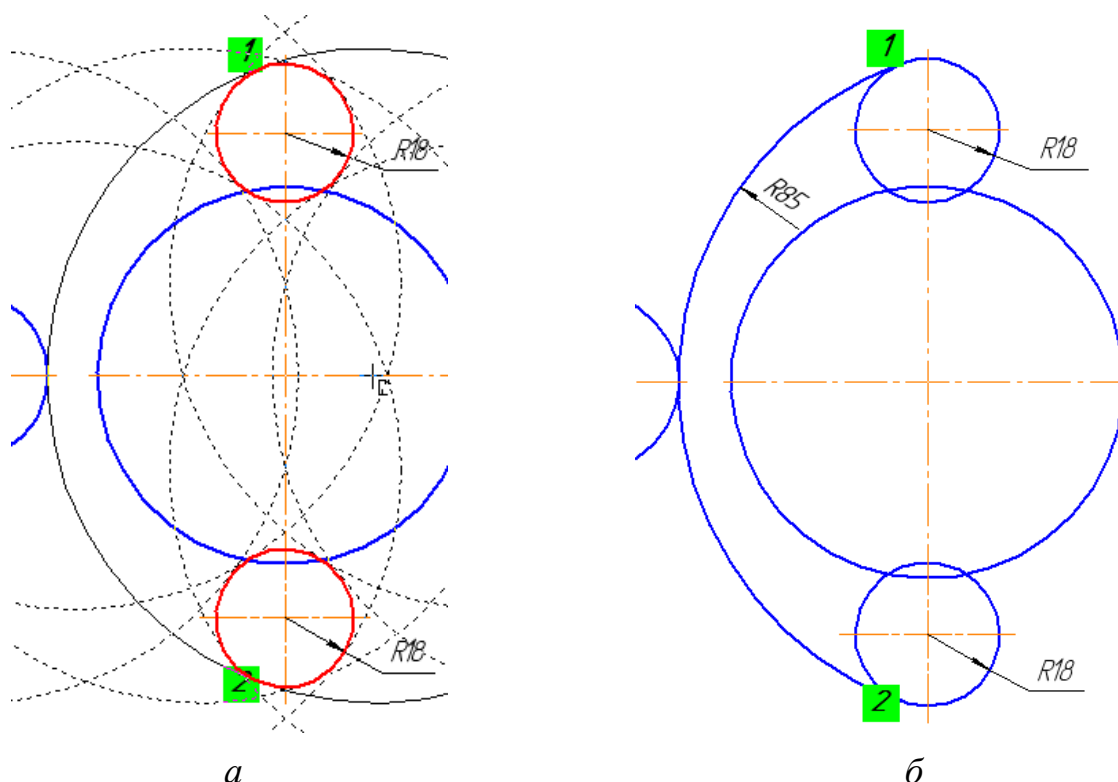

Рис. 7.15. Построение окружности, касательной к двум кривым
- На запрос в строке сообщений **Укажите первую кривую** для построения окружности курсором укажите верхнюю окружность приблизительно в точке касания **1**, рис. 7.15а. Чтобы указать вторую кривую для построения окружности, подведите ловушку курсора к нижней окружности и щелкните **ЛКМ** приблизительно в точке касания **2**. В поле **Радиус** введите значение **85 мм**. Нажмите кнопку **Без осей** в группе **Оси** на **Панели свойств**. Из появившихся фантомов окружностей выберите нужный вариант, рис. 7.15б. Нажмите кнопку **Создать объект**  на **Панели специального управления** для фиксации изображения.
- Удалите участок окружности радиусом **85 мм**, заключенный между точками касания **1** и **2**, рис. 7.15б. Для этого нажмите кнопку **Усечь кривую**  на панели **Редактирование** . Укажите курсором лишний участок окружности с правой стороны.